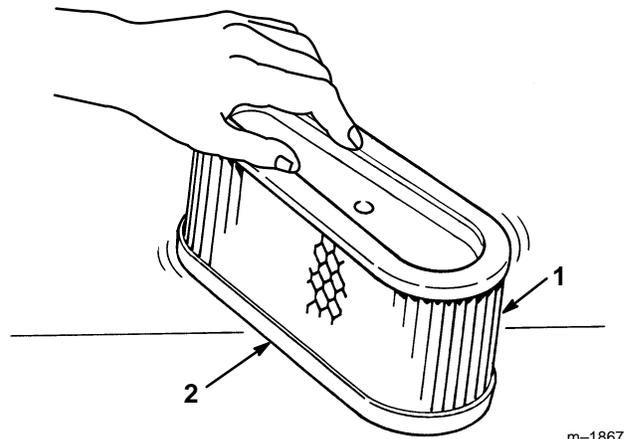

Figure 30
- A. Tapoter doucement l'élément sur une surface plane pour faire tomber la poussière et la saleté (Fig. 30).